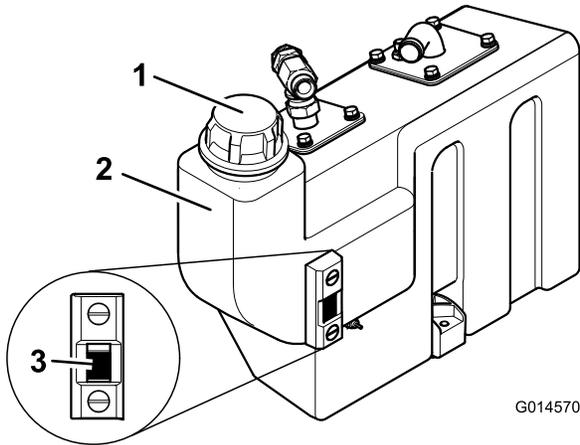

Bild 46
3. Wenn Hydrauliköl benötigt wird, reinigen Sie den Bereich um die Abdeckung des Hydraulikbehälters (Bild 46). Schrauben Sie den Deckel ab.